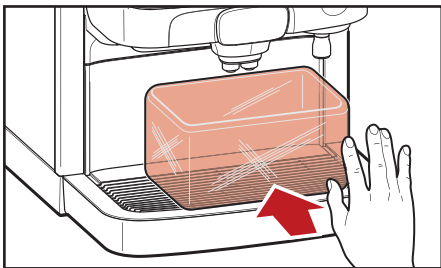

Fig. 5.5 - Placez le récipient
- Placez un récipient sous les sorties de boisson et d'eau chaude (fig. 5.5)
7. Placez un récipient sous les sorties de boisson et d'eau chaude (fig. 5.5)